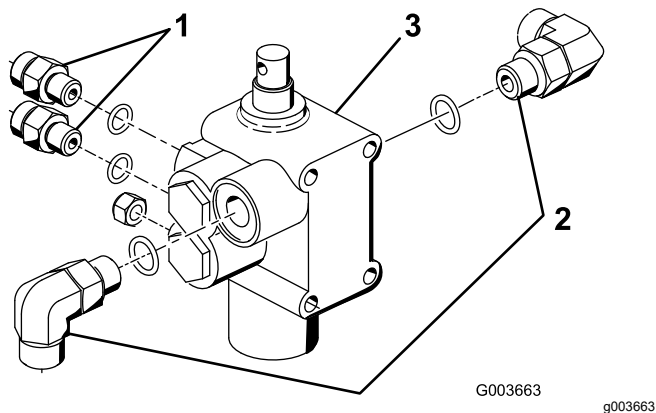

Figura 8
1. Infilate entrambi i raccordi a 90° e i 2 raccordi idraulici dritti nella nuova valvola di sollevamento come illustrato nella Figura 8.